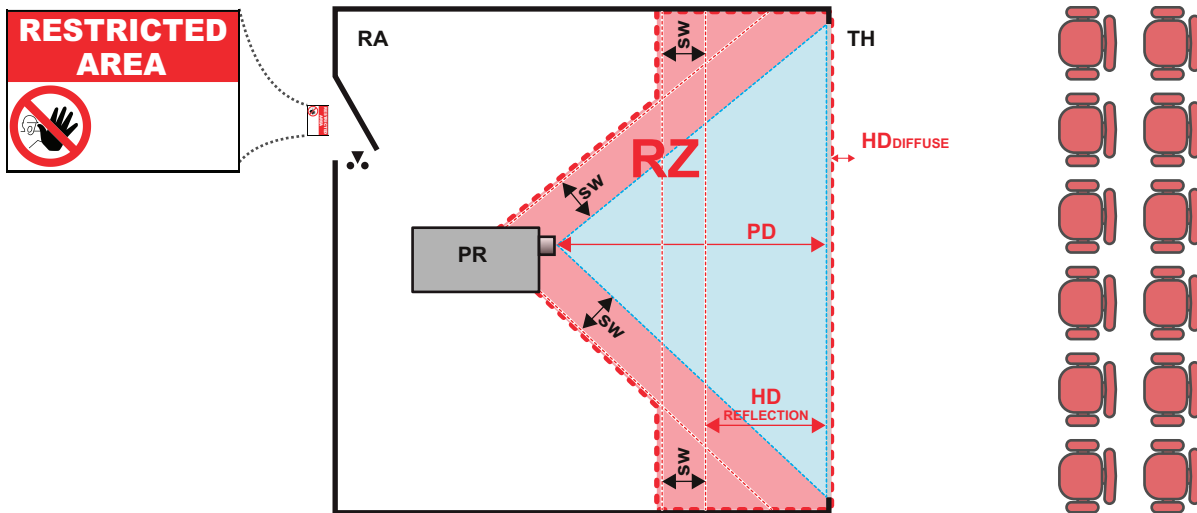

Imagen 1–4
El proyector también es adecuado para las aplicaciones de proyección posterior; proyectando un haz sobre una pantalla de proyección recubierta difusa. Cuando se proyecta en Imagen 1–4, se deben tener en cuenta dos áreas: el área de proyección cerrada restringida (RA) y el área de observación (TH).